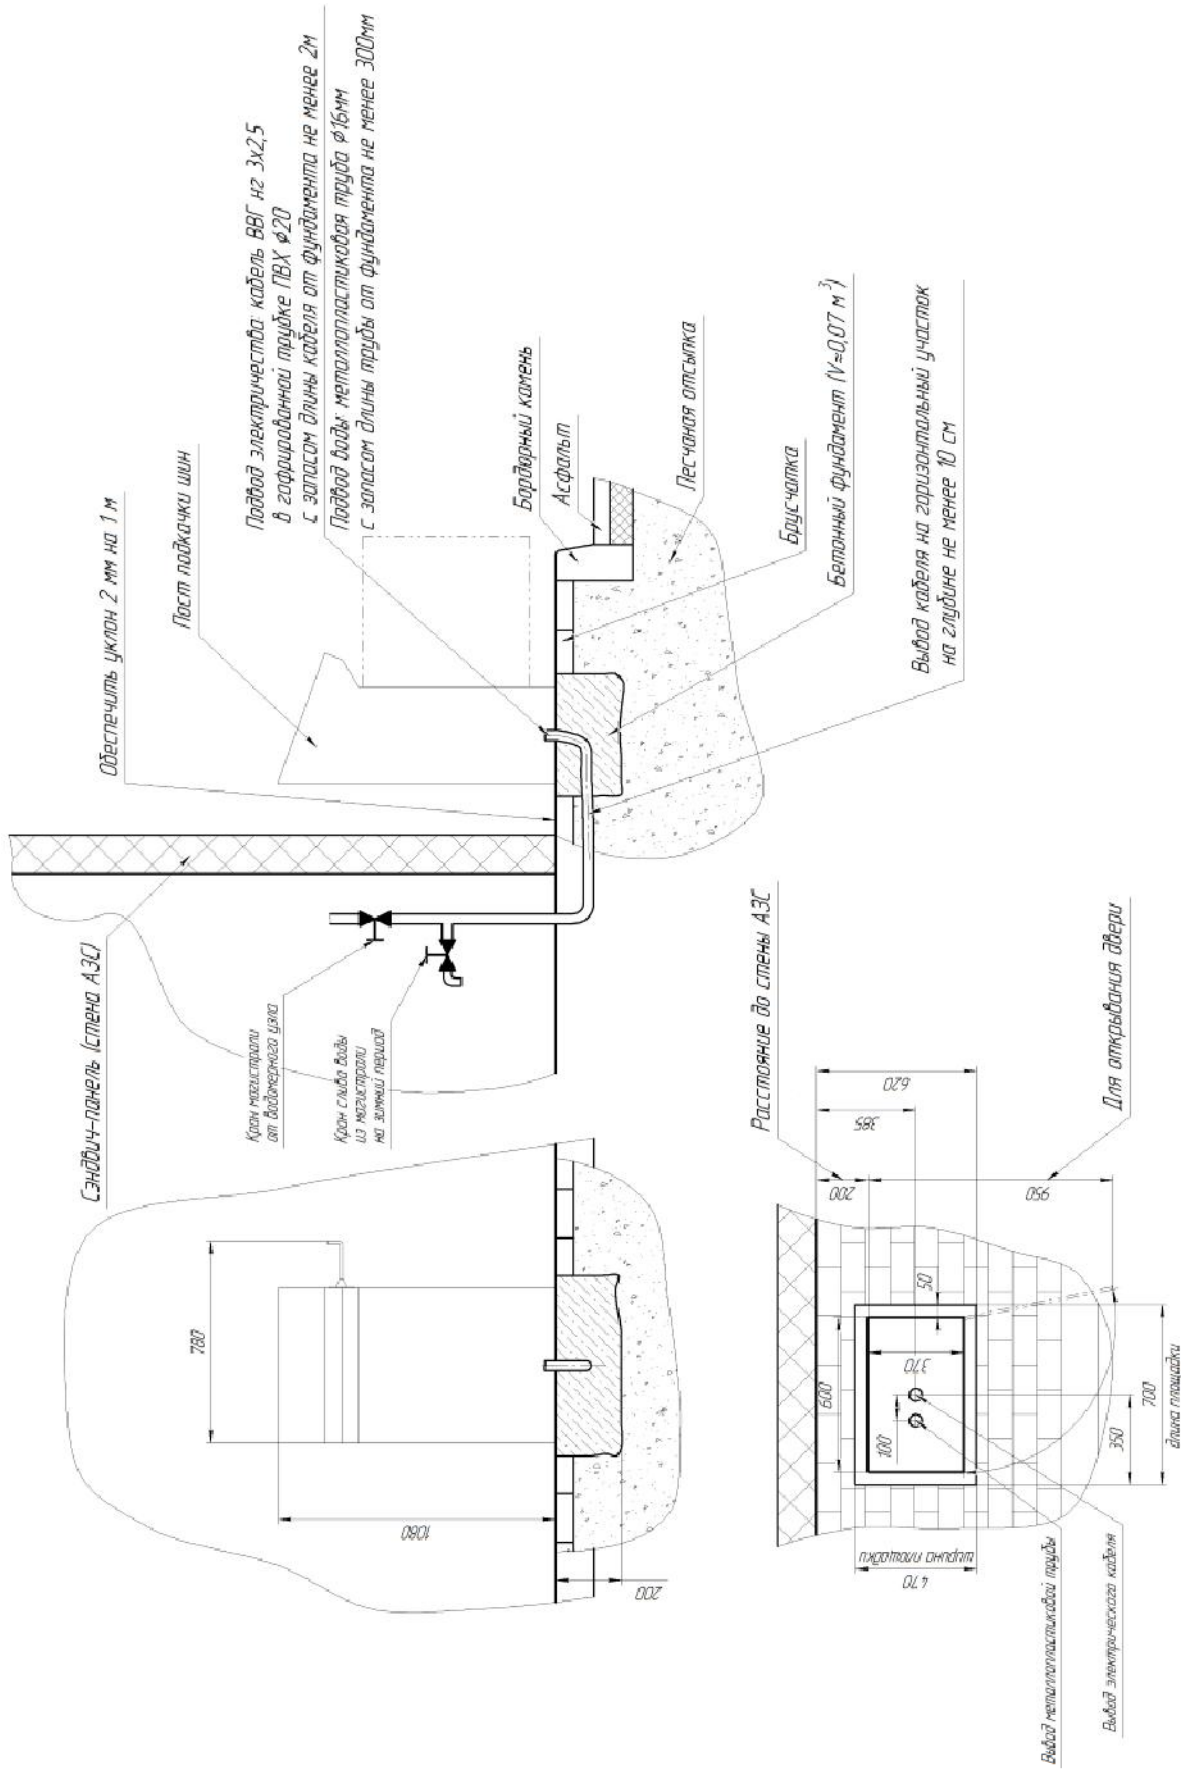

Рисунок 19 Схема монтажа пневмоавтомата
1. Закрыть кран подачи воды на станции (рисунок 19).